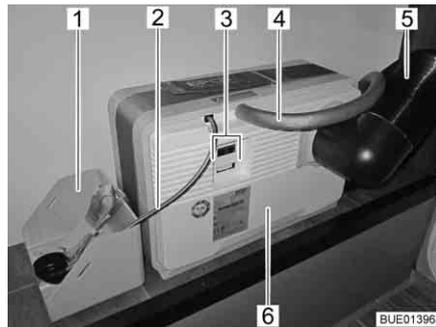
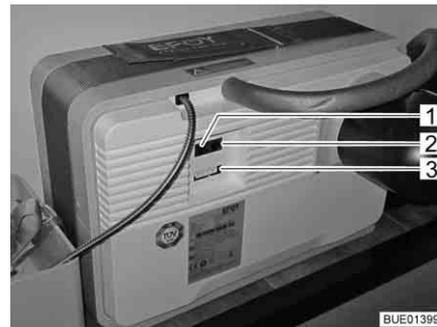
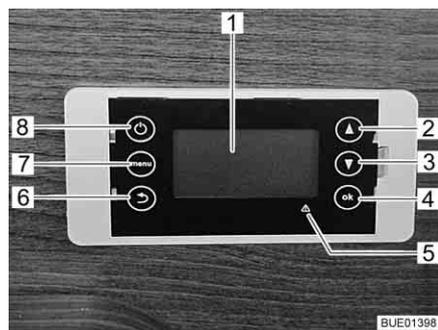

Fig. 158 Pila a combustibile con cartuccia del serbatoio
Fig. 159 Campo di collegamento pila a combustibile
Fig. 160 Centralina di controllo per pila a combustibile
La pila a combustibile è composta da diversi componenti che sono montati nel gavone di coda (Fig. 158) e da una centralina di controllo (Fig. 160) posto nel vano abitabile.
Sulla pila a combustibile (Fig. 158,6) si trovano:
- il collegamento per il tubo di scarico (Fig. 158,4) o l'apertura di rifornimento per il fluido di servizio
- il condotto del calore disperso (Fig. 158,5)
- collegamenti elettrici (Fig. 158,3) con interfaccia dati (Fig. 159,2), collegamento dell'apparecchio (Fig. 159,3) e collegamenti per il pannello di controllo (Fig. 159,1)
Alla pila a combustibile appartiene una cartuccia del serbatoio che viene collegata tramite il relativo collegamento (Fig. 158,2) alla pila a combustibile (Fig. 158,6).
La cartuccia del serbatoio è fissata al rispettivo supporto (Fig. 158,1).
La pila a combustibile carica automaticamente le batterie del vano abitabile non appena la loro tensione scende sotto i 12,3 V e la pila a combustibile viene attivata tramite il tasto On/Off (acceso/spento) (Fig. 160,8).
Il display (Fig. 160,1) della centralina di controllo è a quattro righe.
Il tasto Menu (Fig. 160,7) consente di richiamare il menu principale:
In caso di guasti l'indicazione di guasto in rosso (Fig. 160,5) si accende e sul display viene visualizzato un avviso. L'avviso contiene un codice di errore e indicazioni sulle possibili soluzioni del guasto.